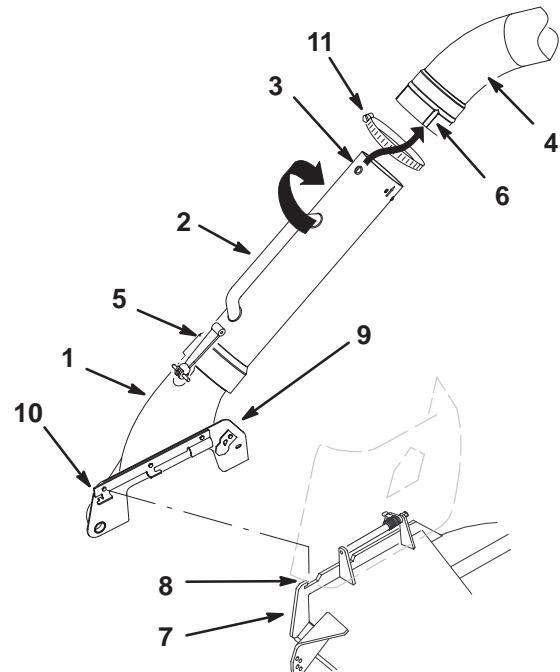

Bild 25
5. Setzen Sie den vorderen Haken der Manschette in den vorderen Schlitz an der Befestigungshalterung (Bild 25).
6. Platzieren Sie den hinteren Haken über die Rückseite der Befestigungshalterung (Bild 25).
7. Setzen Sie das obere Rohr in den Graskollektor ein (Bild 25).
8. Schieben Sie die Klemme auf das mittlere Rohr (Bild 25).
9. Richten Sie das Einstellrad am mittleren Rohr mit der Kerbe im oberen Rohr aus. Schieben Sie das mittlere Rohr in das obere Rohr und drehen Sie das mittlere Rohr um 60 Grad (Bild 25).
10. Ziehen Sie die Klemme um die obere und mittlere Rohrverbindung fest (Bild 25).
11. Schieben Sie das mittlere Rohr auf die Manschette und verriegeln Sie sie (Bild 25).
3. Klinken Sie das mittlere Rohr von der Manschette aus und schieben Sie es zur Seite (Bild 25).
4. Nehmen Sie die Rohre vom Graskollektor ab (Bild 25).
5. Nehmen Sie die Manschette von der Befestigungs- halterung ab (Bild 25).